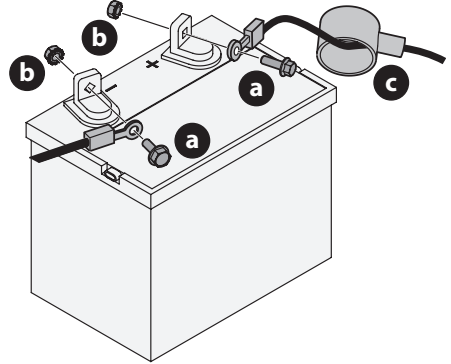

Fig. 12
1. Le cas échéant, retirez le cache en plastique de la borne positive de la batterie. Branchez le connecteur rouge sur la borne positive de la batterie (+) à l'aide du boulon (a) et de l'écrou hexagonal (b) (Fig. 12).
2. Déposez la protection en caoutchouc rouge (c) sur la borne positive de la batterie pour la protéger contre la corrosion (Fig. 12).
3. Le cas échéant, retirez le cache en plastique de la borne négative de la batterie, puis branchez le câble noir la borne négative de la batterie (-) à l'aide du boulon (a) et de l'écrou hexagonal (b) (Fig. 12).